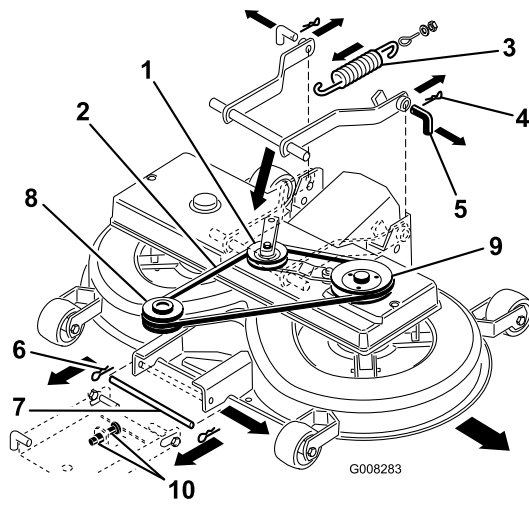

Bild 43
2. Entfernen Sie den Keilriemen und den Antriebsarm (Bild 43).
- Ziehen Sie den Spannarm nach innen. Nehmen Sie den Keilriemen von der Scheibe ab (Bild 43).
- Nehmen Sie die Feder vom Schalthebel ab (Bild 43).
- Entfernen Sie die zwei Splintclips von den zwei hinteren Stiften und nehmen Sie die Stifte ab (Bild 43).
- Entfernen Sie den Splintclip vom vorderen Stift und nehmen Sie den Stift ab (Bild 43).
- Entfernen Sie den Keilriemen von der Motorscheibe (Bild 43).
- Drehen Sie den unteren Stift der Einstellung für die vordere Aufhängung in die untere Stellung der geschlitzten Löcher. Stellen Sie hierfür die 2 Muttern (M12) an der vorderen Aufhängung ein (Bild 43).